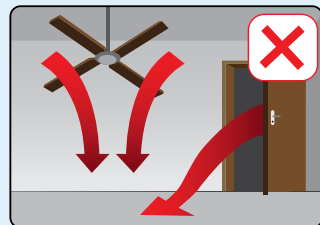

IMAGEN 5
- No ponga delante de la boca de aire acondicionado, bajo los ventiladores, y a la boca de las puertas y ventanas. (Imagen 5)